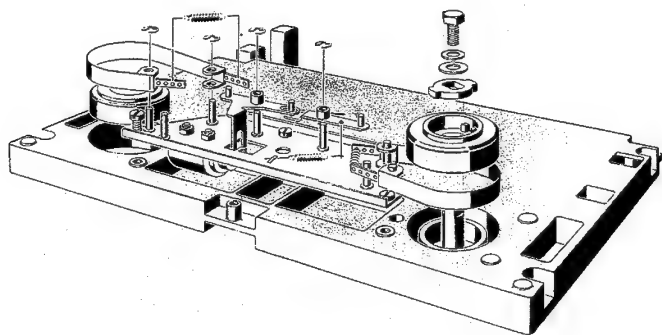

Fig. 4.2.—2
4.2.1. Mesure du moment de freinage (fig. 4.2.-1)
4.2.2. Einstellen der Bremsen (Fig. 4.2.—2)
4.2.2. Adjustment of braking torque (fig. 4.2.—2)